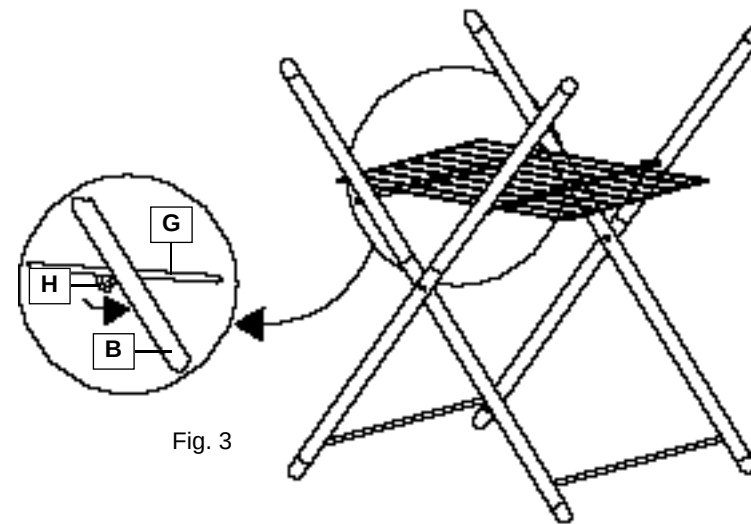

Fig. 3
- 4) Il cavalletto va bloccato in posizione corretta assicurando i ganci **H** della griglia **G** contro il traversino di unione del braccio esterno **B** (vedere fig. 3).